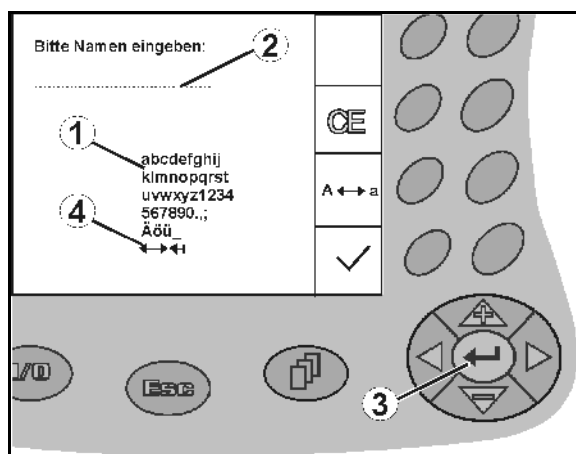

Fig. 12
Hvis det er nødvendigt at indtaste tekst eller tal på **AMATRON⁺**, vises indtastningsmenuen (Fig. 12).
I den nederste del af displayet vises et valgfelt (Fig. 12/1) med bogstaver, tal og pile, fra hvilken indtastningslinjen (Fig. 12/2) dannes (tekst eller tal).
Valg af bogstaver eller tal i valgfeltet (Fig. 12/3).
-  Overtagelse af valget (Fig. 12/3).
Pilene  i valgfeltet (Fig. 12/4) muliggør en bevægelse i tekstlinjen.
Pilen  i valgfeltet (Fig. 12/4) sletter den sidste indtastning.